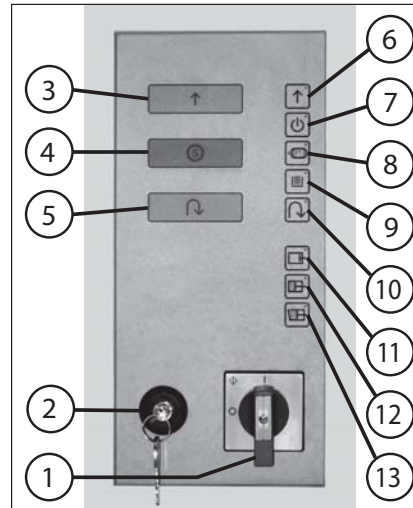

Fig. 6
2. Desbloquear el interruptor de bloqueo (2) y pulsar el pulsador de "Avance del mecanismo de corte" (3) (fig. 6).
**EMPLEO DE LA DESTRUCTORA DE DOCUMENTOS (fig. 6):**
**ELEMENTI DI COMANDO (fig. 6, 7 e 8):**
1 = Interruttore principale (arresto d'emergenza (fig. 6) Tramite questo interruttore si inserisce e disinserisce l'intero impianto (posizione „1" o „0"). Le lampadine degli indicatori di controllo „Pronto a funzionare" (7) e dell'indicatore „Punzone indietro" (11) si accendono (stato operativo corretto) o lampeggiano (stato operativo non corretto). Avvertenza: le lampadine si accendono solo dopo un ritardo di tempo di 2 secondi (routine di inizializzazione per il micro-processore).
2 = Interruttore di bloccaggio (fig. 6) Tramite questo interruttore si può chiudere a chiave l'impianto (ruotare verso sinistra la chiave) per proteggerlo contro l'uso da parte di persone non autorizzate). Avvertenza: se l'impianto viene chiuso a chiave quando l'interruttore principale (1) è inserito, la lampadina dell'indicatore „Pronto a funzionare" (7) lampeggia per indicare che l'impianto „non è pronto a funzionare".
3 = Pulsante „Funzionamento in avanti taglierina" (fig. 6) Quando viene premuto questo pulsante la taglierina e il nastro di trasporto del distruttore di documenti si avviano e si può alimentare la macchina. Avvertenza: se nel momento in cui viene avviato il distruttore di documenti il punzone pressore (32) del comprimitore non si trova in posizione base (posizione più indietro) vengono avviati automaticamente dapprima una corsa di compressione con successiva corsa di ritorno, quindi la taglierina con il nastro di trasporto.
4 = Pulsante „Arresto della taglierina" (fig. 6) Quando si aziona questo pulsante, il distruttore di documenti viene disinserito e la taglierina con il nastro di trasporto si fermano.
5 = Pulsante „Funzionamento indietro della taglierina" (fig. 6) Quando si aziona questo pulsante, la taglierina e il nastro di trasporto del distruttore di documenti funzionano all'indietro. Avvertenza: se si aziona il pulsante durante il funzionamento in avanti, dopo un tempo di funzionamento indietro della durata di almeno 3 secondi, la taglierina e il nastro di trasporto vengono commutati automaticamente sul funzionamento in avanti.
6 = Indicatore di controllo „Funzionamento in avanti della taglierina" (fig. 6)
b) Lampeggia quando la taglierina e il nastro di trasporto commutano dal funzionamento in avanti al funzionamento indietro oppure quando il punzone pressore nel momento in cui viene azionato il pulsante „funzionamento in avanti della taglierina" (3) non si trova in posizione base (posizione più indietro).
7 = Indicatore di controllo „Pronto a funzionare" (fig. 6) Si accende (pronto a funzionare) quando a) l'interruttore principale (1) è inserito, b) l'interruttore di bloccaggio (2) è sbloccato, c) il listello di arresto d'emergenza (14) è tirato, d) l'azionatore del bloccaggio di finecorsa (19) sul comprimitore è innestato (fig. 2) e Lampeggia (non pronto a funzionare), con l'interruttore principale inserito, quando a) l'interruttore di bloccaggio (2) è bloccato, o b) il listello di arresto d'emergenza (14) è premuto o c) l'azionatore del bloccaggio di finecorsa (19) sul comprimitore non è innestato sul finecorsa del comprimitore o.
8 = Indicatore di controllo „Guasto al motore" (fig. 6) Lampeggia se il motore del distruttore di documenti o del comprimitore è in sovraccarico e il terminatore di protezione integrato ha interrotto il circuito di corrente per il funzionamento della macchina. Per maggiori dettagli vedi la rubrica „Guasto al motore".
9 = Indicatore di controllo „Inceppamento all'uscita" (fig. 6) Lampeggia quando la zona di compressione oltre il nastro di trasporto posteriore è riempita con materiale tagliato in seguito ad un inceppamento nell'apertura di riempimento del comprimitore e l'impianto è stato disinserito dalla sportello di copertura sollevata (27). Per maggiori dettagli vedi la rubrica „Inceppamento all'uscita".
10 = Indicatore di controllo „Funzionamento indietro della taglierina" (fig. 6) Si accende quando la taglierina con il nastro di trasporto funzionano all'indietro.
11 = Indicatore di controllo „Punzone dietro" (fig. 6)
12 = Indicatore di controllo „Balle finite" (fig. 6) Lampeggia quando viene raggiunto il volume della palla e si deve legare ed espellere la palla. Per maggiori dettagli vedi la rubrica „Legatura ed espulsione della palla".